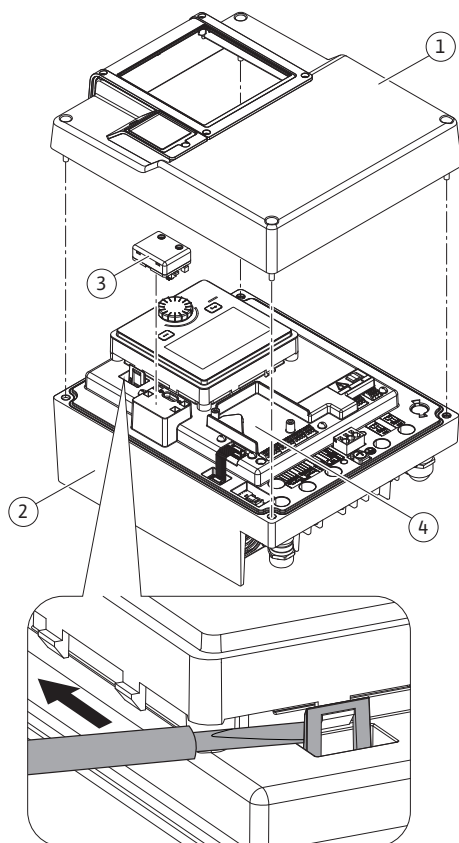
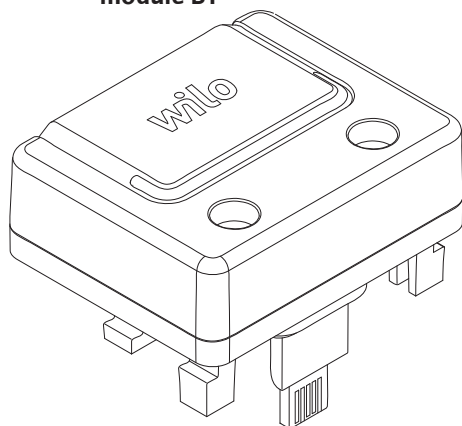

Fig. 25: Elektronica module
Fig. 26: Wilo-Smart Connect module BT
1. Open de klikhaken (Fig. 25) voorzichtig met gereedschap (bijv. een schroevendraaier).
De Bluetooth-interface van de Wilo-Smart Connect module BT (Fig. 25, pos. 3 en Fig. 26) is bestemd voor koppeling met mobiele eindapparaten, zoals een smartphone en tablet. In de Wilo-Assistant app bevindt zich de Wilo-Smart Connect-functie. Met de Wilo-Smart Connect-functie kan de pomp worden bediend en ingesteld en kunnen pompegevens worden uitgelezen. Zie voor de instellingen het hoofdstuk „Inbedrijfname” [► 396].
1. Draai de vier schroeven van het bovendeele van de elektronikamodule (Fig. 25, pos. 1; Fig. I, pos. 2) los.
3. Plaats de Wilo-Smart Connect module BT in de daarvoor bestemde Wilo-Connectivity Interface. Zie Fig. 25, pos. 3.
CIF-modules (toebehoren) zijn bestemd voor de communicatie tussen pompen en gebouwbeheersystemen. CIF-modules worden in de elektronikamodule geplaatst (Fig. 25, pos. 4)